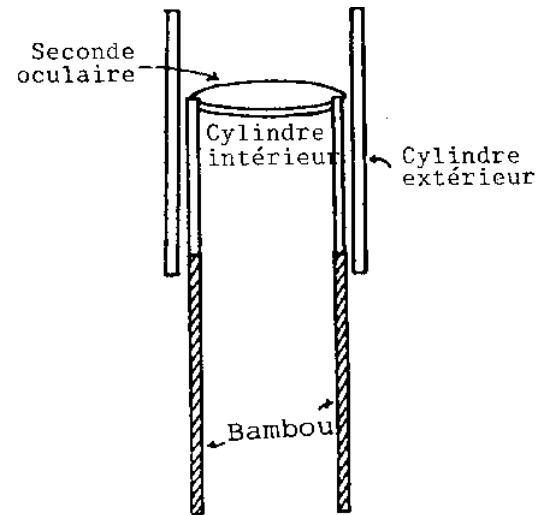

FIG. 14
34. Fabriquez un autre cylindre qui recouvre étroitement le tube en bambou et le premier cylindre. Celui-ci et la lentille seront ainsi maintenus en place (voir fig.14).